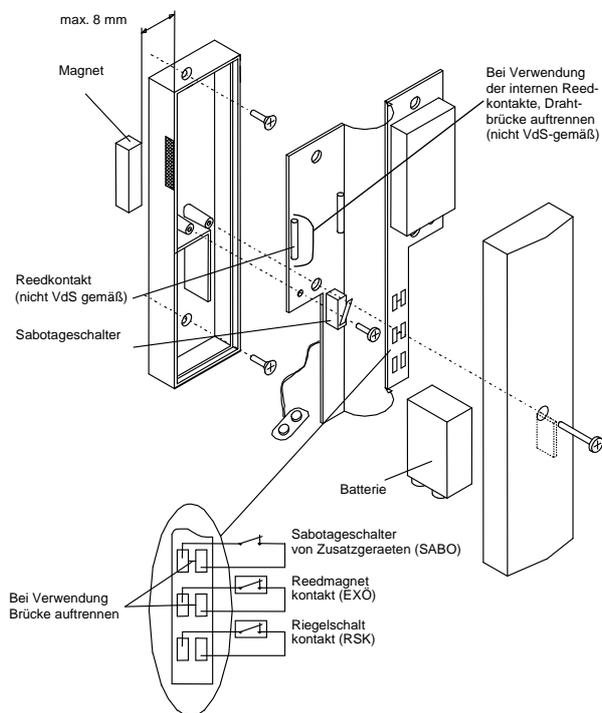

Bild 18: Aufbau Funk-Magnetkontakt/VdS
7. Entfernen Sie vorsichtig die Brücke „ex Ö“ (externe Öffnung) zwischen den beiden Lötanschlüssen mit einem spitzen Gegenstand (siehe Bild 18).
Schließen Sie den Riegelschaltkontakt als Öffner an die mit RSK gekennzeichneten Lötanschlüsse an (siehe Bild 18).
Wenn Sie einen verdrahteten Sabotagekontakt verwenden, trennen Sie die gekennzeichnete Verbindung auf der Leiterplatte (siehe Bild 18).